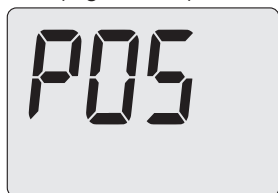

Figura 5.48
- Scorrere i vari parametri utilizzando i tasti 13 o 14 fino a far apparire sul display LCD codice **P05**, indicante l'entrata nel "parametro P05" (Figura 5.48).
- Premendo il tasto 13 o 14 (Figura 5.46) si ottiene la conferma del valore inserito e si ritorna alla lista parametri (Figura 5.48).